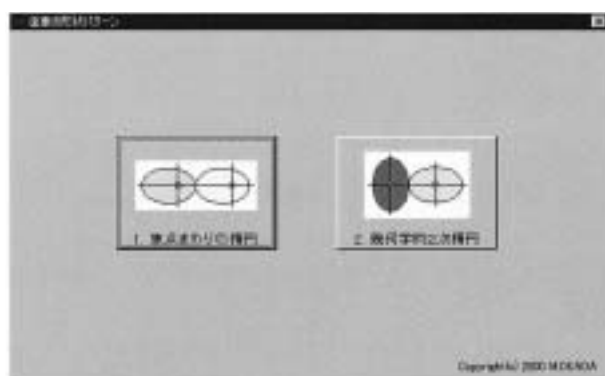

図1 ソフト起動画面
する。今回は、その第一段階として非円形歯車の一つである楕円歯車について述べる。図1に作成したソフトの起動画面を示す。
- (1) 図1のソフト起動画面で希望のボタンを押す。